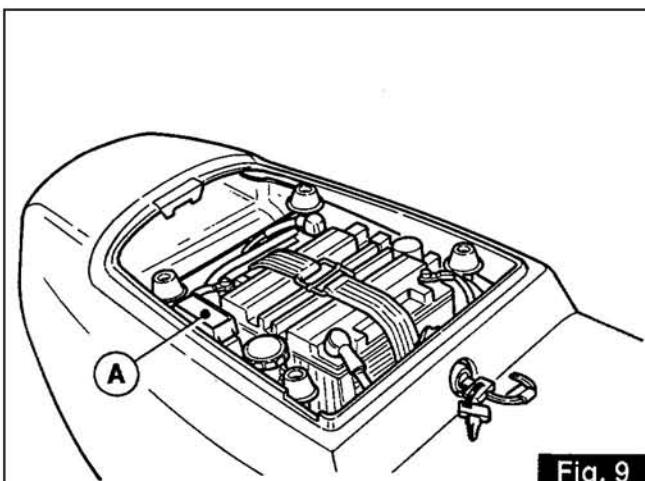

Fig. 9
3.13 BOÎTE À FUSIBLES («A» de la fig. 9)
3.13 SICHERUNGSLEISTE («A» von Abb.9)